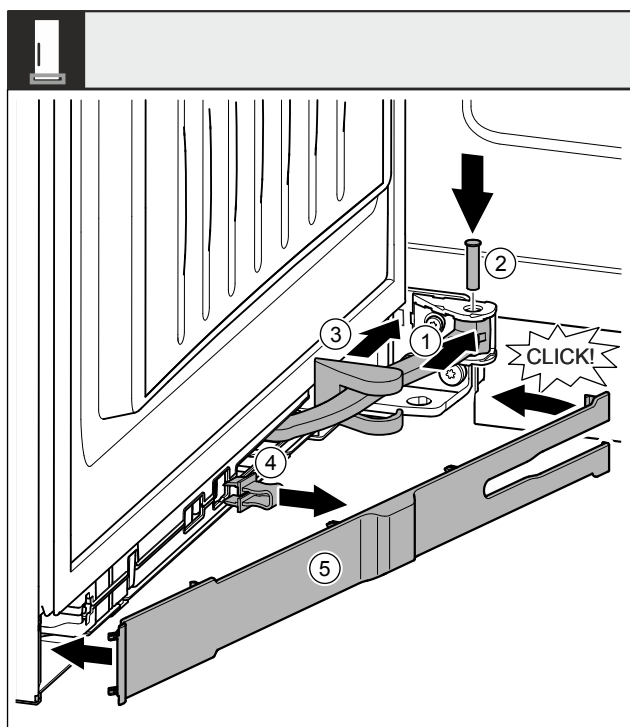

Fig. 53
- ▶ Gire la bisagra Fig. 53 (1) hacia la suspensión.
- ▶ Con un destornillador, inserte el perno Fig. 53 (2) en la suspensión y la bisagra. Asegúrese de que la leva de bloqueo asiente correctamente en la ranura.
- ▶ Deslice la cubierta del soporte del cojinete Fig. 53 (3) a lo largo de la bisagra y colóquela sobre la suspensión.
- ▶ Retire el seguro Fig. 53 (4).
- ▶ Coloque la tapa ciega Fig. 53 (5) del lado del tirador y encájela.